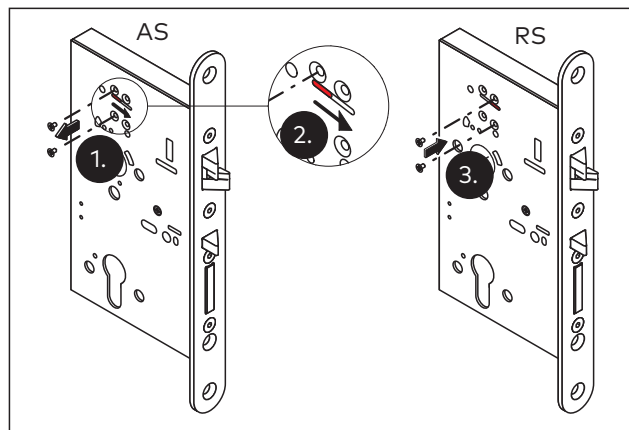

Fig. 10 Convertir d'émission à rupture de courant
2. Si nécessaire, remplacer émission de courant (AS) par rupture de courant (RS) (Fig. 10).